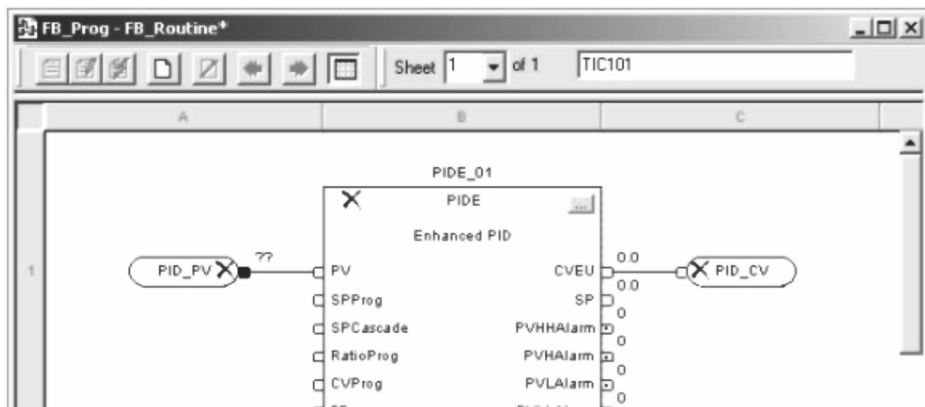

图 16-13 输出标签名称
11. 双击线连接器引用，键入“PID_CV”并按回车接受，如图 16-13 所示。